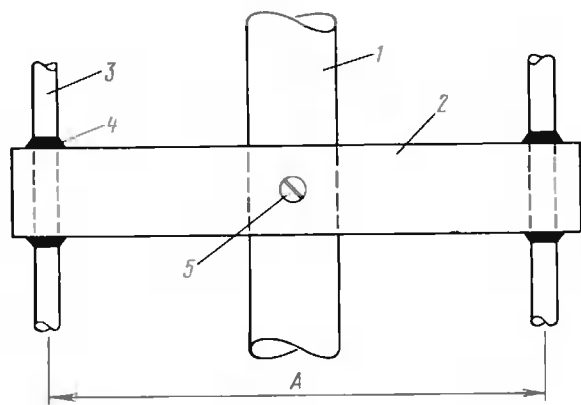

Рис. 3
Для крепления "линейных нагрузок" к основному излучателю (1 на рис. 3) изготавливают диэлектрические распорки (2). Эти распорки крепят винтом (5) непосредственно к основному излучателю. Провода (3), образующие "линейную нагрузку", пропускают в отверстия в распорках и по завершении настройки фиксируют эпоксидным клеем (4). Длина распорок — 50 мм (диапазон 40 метров, 5 шт.) и 120 мм (диапазон 80 метров, 13 шт.). Их равномерно распределяют по длине петли, чтобы обеспечить ее надежную механическую фиксацию. Для крепления колец петли изготавливают одну распорку длиной 120 мм (диапазон 40 метров) и одну длиной 320 мм (диапазон 80 метров). "Линейные нагрузки" располагают по разные стороны основного излучателя.
Расстояние между проводниками "линии" (размер А на рис. 3) для диапазона 40 метров должно быть 40 мм, а для 80 метров — 100 мм. Диаметр кольца "линейной нагрузки" диапазона 40 метров — 100 мм, а диапазона 80 метров — 300 мм.